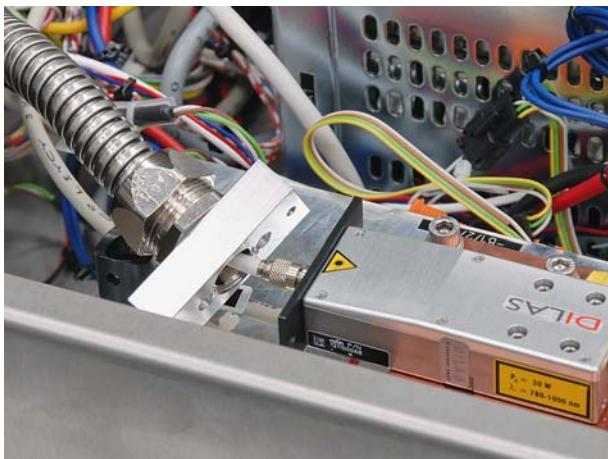

Abbildung 7.101 Glasfaser anschließen
15. Staubschutzkappen vom Diodenmodul und der Glasfaserleitung entfernen und Glasfaser anschließen (Abbildung 7.101).